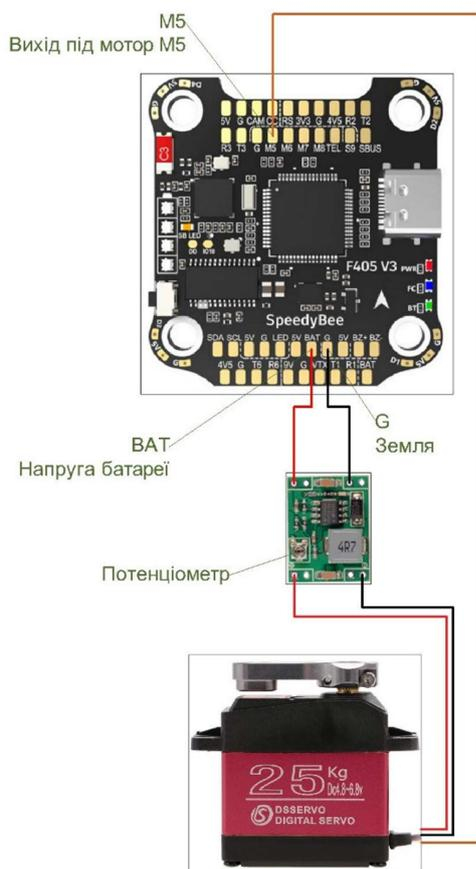

Рис. 1 – схема підключення серви
1. Серву зі системи скиду необхідно підключити до польотного контролера (FC) у відповідності до рис.1